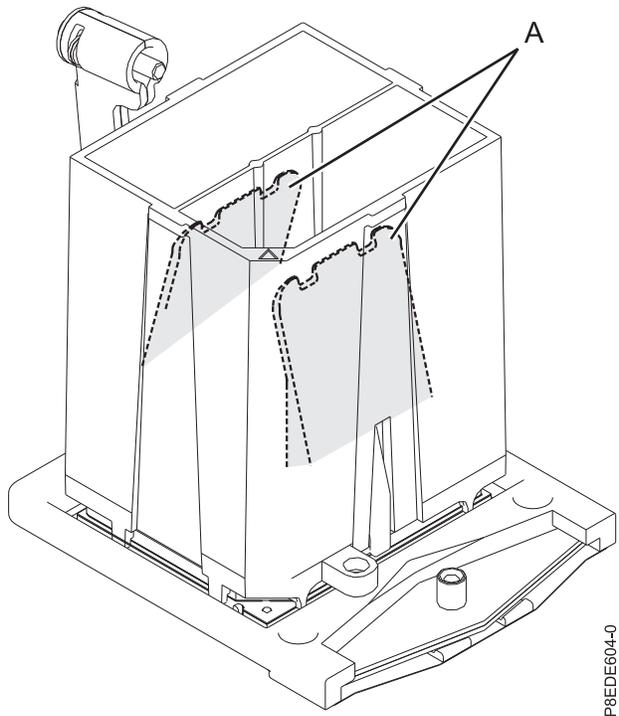

Abbildung 17. Werkzeug vom Systemprozessormodul trennen
8. Nachdem das Systemprozessormodul ordnungsgemäß ausgerichtet wurde, drücken Sie die beiden blauen Lösehebel (**A**) zusammen und halten Sie sie gedrückt, bis sie in einer stabilen Position sind, siehe Abb. 17 auf Seite 19. Heben Sie dann das Werkzeug an und trennen Sie es vom Systemprozessormodul.